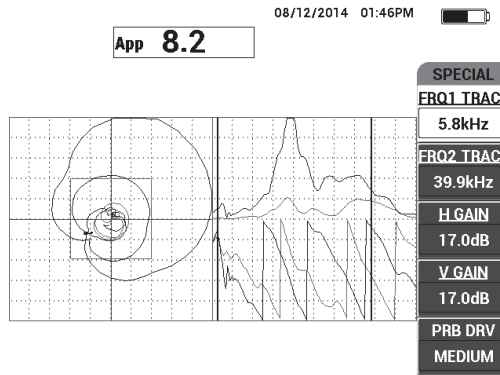

Figura 6-59 Visualização do espectro de frequência (lado direito da tela)
5. Rastreie lentamente sobre os defeitos e observe com atenção o espectro de frequência (visualização direita), particularmente o componente de amplitude (superior direita) [veja Figura 6-59 na página 173].